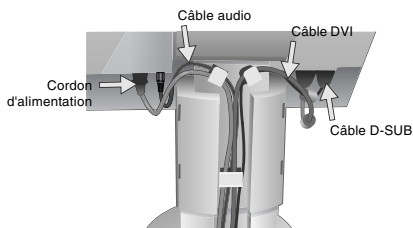

Figure C.2
5. Pour une bonne gestion du câblage, placez les câbles dans l'ordre suivant : Câble d'alimentation et câble audio (**Figure C.2**).
6. Placez le cordon d'alimentation et le câble audio dans les crochets spécifiques illustrés à la **Figure C.2**.
7. Placez les câbles DVI et D-Sub dans les crochets spécifiques illustrés à la **Figure C.2**.